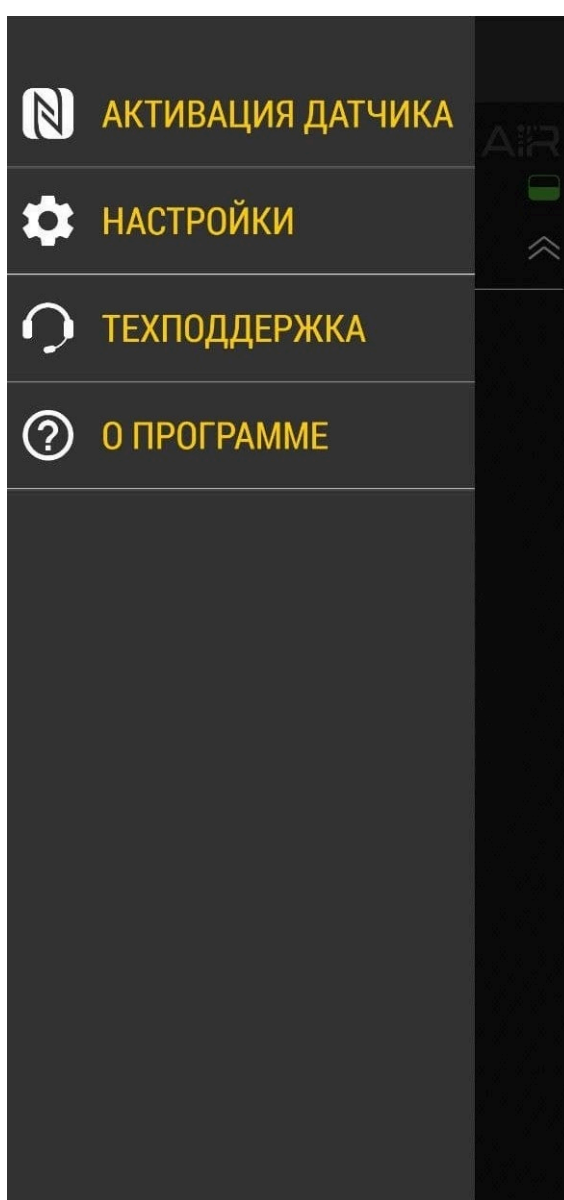

Рис.9. Активация датчика.
- Далее выберите «Активация датчика» (**Рис.9**).